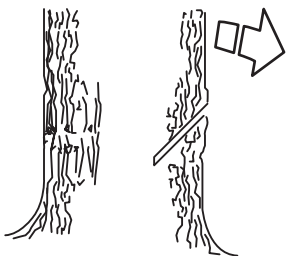

Рисунок 13 — Верхний пропил
• Чтобы сделать направляющую зарубку, необходимо вначале сделать верхний пропил. Пользуясь нижней кромкой направляющей шины (ведущей частью пильной цепи), сделайте пропил сверху вниз под углом примерно 45 градусов и под прямым углом (см. рис. 13) к выбранному направлению падения.